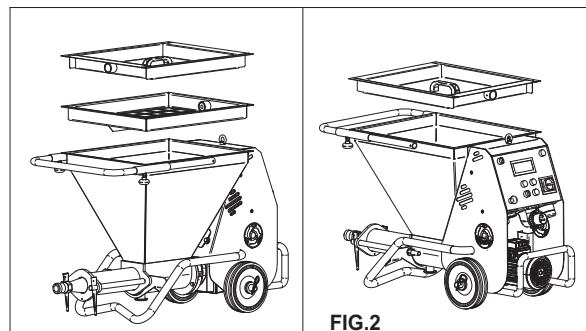

FIG.2
- COUVERCLE TREMIE (voir fig. 2)